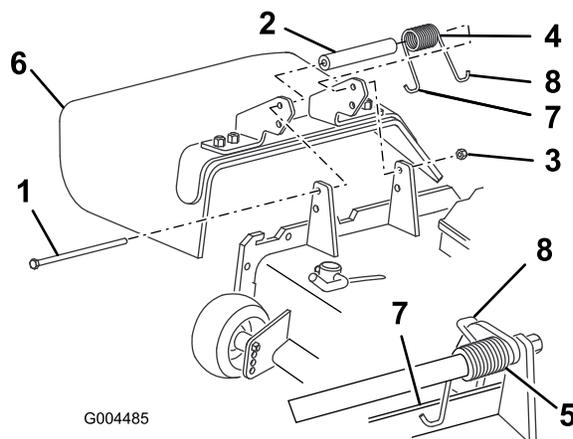

Bild 71
2. Entfernen Sie die Sicherungsmutter, Schraube, Feder und das Distanzstück, mit denen das Ablenkblech an den Drehhalterungen befestigt ist (Bild 71). Entfernen Sie defekte oder abgenutzte Ablenkbleche.
3. Legen Sie das Distanzstück und die Feder zwischen die Halterungen des Ersatzablenkblech (Bild 71). Setzen Sie das linke J-Hakenende der Feder hinter die Kante des Mähwerks.
Hinweis: Stellen Sie sicher, dass sich das linke J-Hakenende der Feder hinter der Mähwerkkannte befindet, bevor Sie die Schraube einführen, siehe Bild 71.
4. Setzen Sie die Schraube und Mutter ein. Führen Sie das rechte J-Hakenende der Feder um das Ablenkblech (Bild 71).